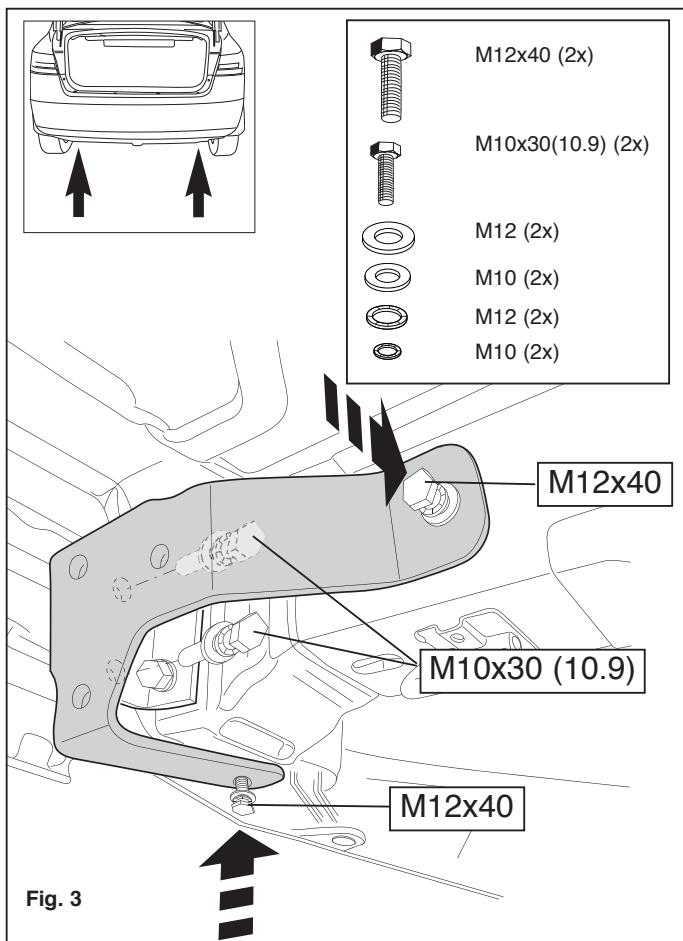

Fig. 3
4. Fit the sideplates C at the left and right at points D, E and F, hand-tight. See figure 3.
5. Serrer la partie du pare-chocs indiquée avec le gabarit. (Placer le des points D, E et F sans serré. Voir la figure 3.)
6. Den Trägerteil zwischen die Seitenwandte montieren bei den Punkten I. Den Trägerteil zwischen die Seitenwandte montieren bei den Punkten J. Den Angriffspunkt Tell Hifte der Schablone aus der Stoßstange rechte Abbildung 3.
- Den Angriffspunkt Tell Hifte der Schablone aus der Stoßstange rechte Abbildung 3.
3. Die Hinterungen A anlegen und bei den Punkten B befestigen. Alle Schrauben müssen C abmontieren. Siehe Abbildung 3.